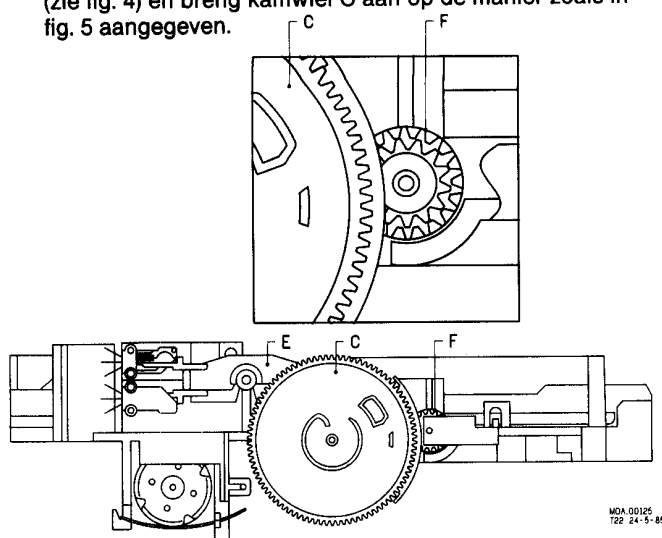

Fig. 5
- Zorg ervoor, dat de opening in tandwiel F vertikaal staat (zie fig. 4) en breng kamwiel C aan op de manier zoals in fig. 5 aangegeven.